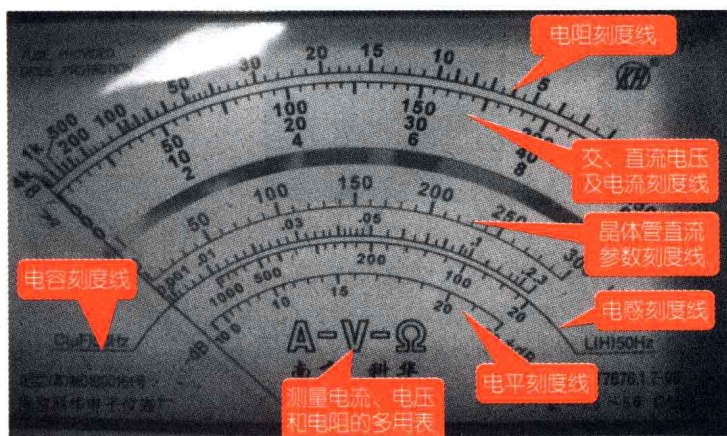

图 1-10 MF-47型指针式万用表的表盘
万用表的各个测量项目都共用一个表盘，MF-47型指针式万用表的表盘如图1-10所示，各测量项目及仪表其他参数均以各种文字和符号表示。它共有6个刻度线，从上往下数，第1条刻度线为电阻挡专用线，用符号“ Ω ”表示；第2条刻度线为交直流电压、直流电流共用线，用符号“V”和“mA”表示；第3条刻度线供测量晶体管放大倍数使用，用字母 H_{FE} 表示；第4条刻度线供测量电容量使用，用字母“C (μF) 50Hz”表示；第5条刻度线供测量电感量使用，用字母“L (H) 50Hz”表示；第6条刻度线为dB线。